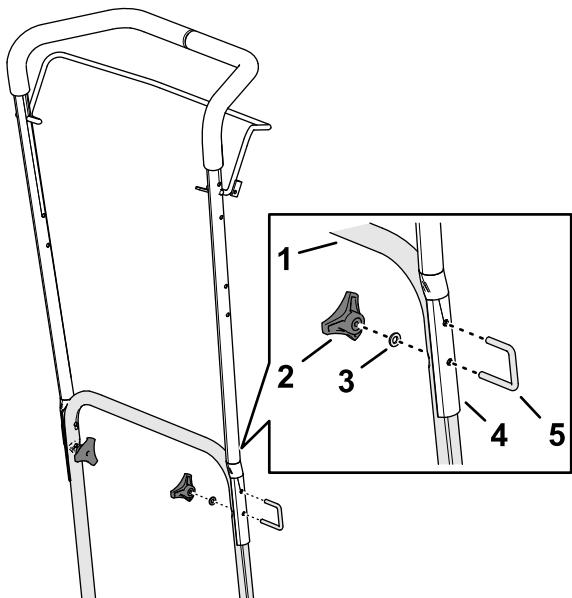

Figure 8
1. Alignez les trous dans la partie supérieure et les trous dans la partie inférieure du guidon (Figure 8).